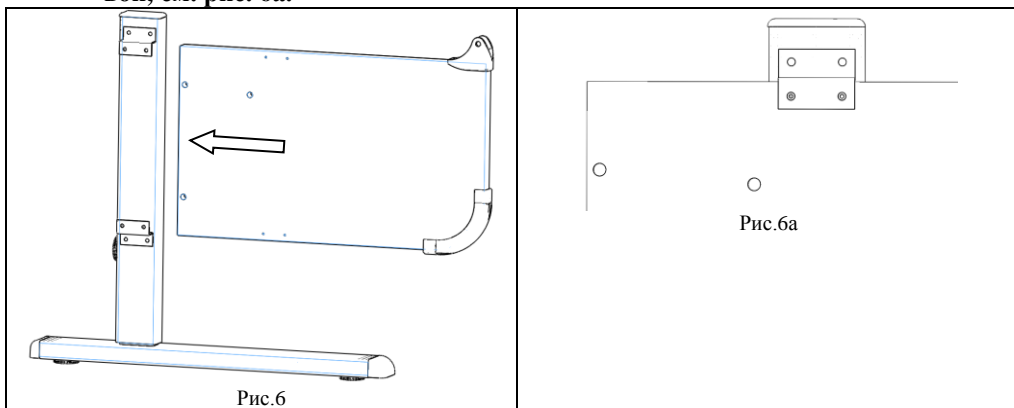

Рис.6
5.1.5. Сборку по п.5.1.3. установить в сборку по п.5.1.4.2, см. рис. 6.
**Внимание! Технологические отверстия на стенке боковой правой должны совпадать с технологическими отверстиями на упоре кожуха стойки правой, см. рис. 6а.**
Рис.6а